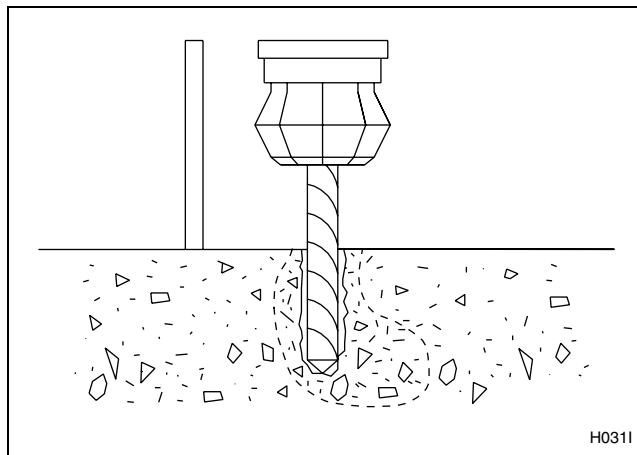

Figura 33
4. Perfore y cincele un agujero cónico suficientemente grande para que acepte el perno en J. Consulte la *Figura 33*.